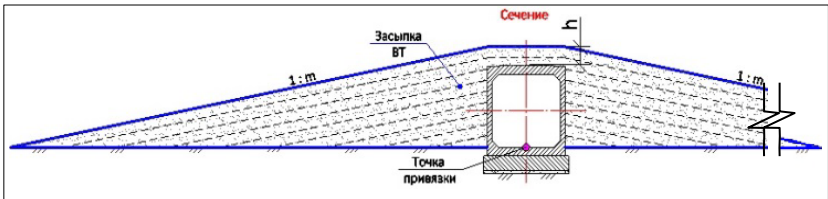

Рис. 10.22
- ✓ **однослойная** – отсыпается только из материала верхних слоев (рис. 10.22).